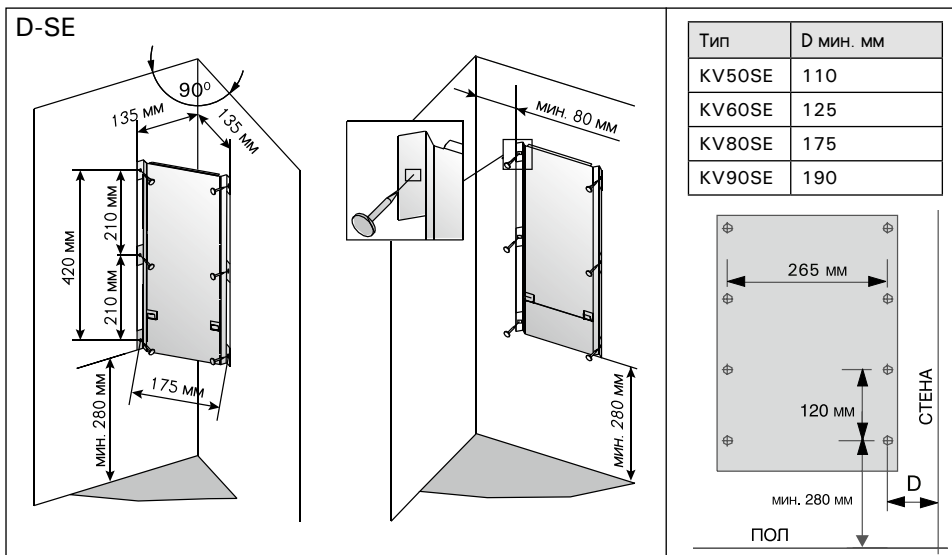

Рисунок 5. Установка крепёжной рамы (D-SE, KV-SE)
кронштейна показаны на рис. 5.
1. С помощью прилагаемых шурупов прикрепите к стене монтажную раму, соблюдая минимальные расстояния, указанные в таблице 1 и на рис. 4. Установка рамы изображена на рис. 5.